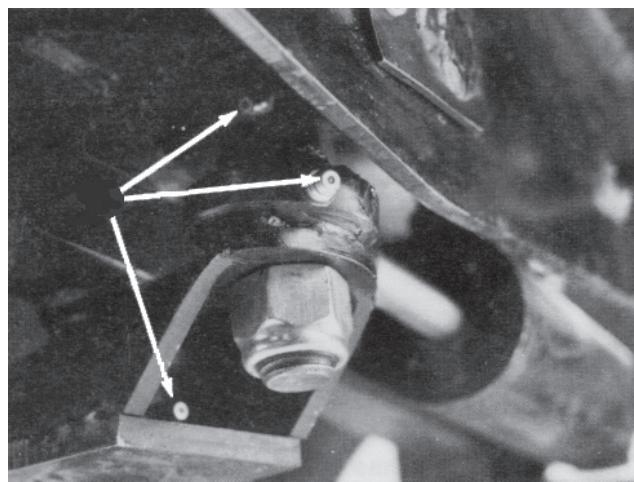

図40
- ステアリング・プレートのブッシュ (図40)
- アクスルのピンのブッシュ (図40)